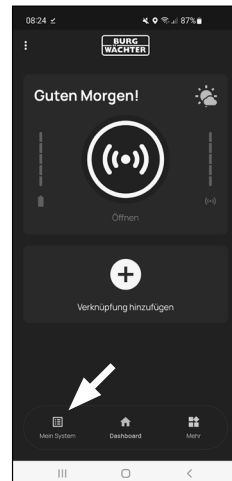

Abb. 4
- Es erscheint der Hauptschirm der *BURGS*smart App. Öffnen Sie das Menü „Mein System“ unten links (Abb. 4).